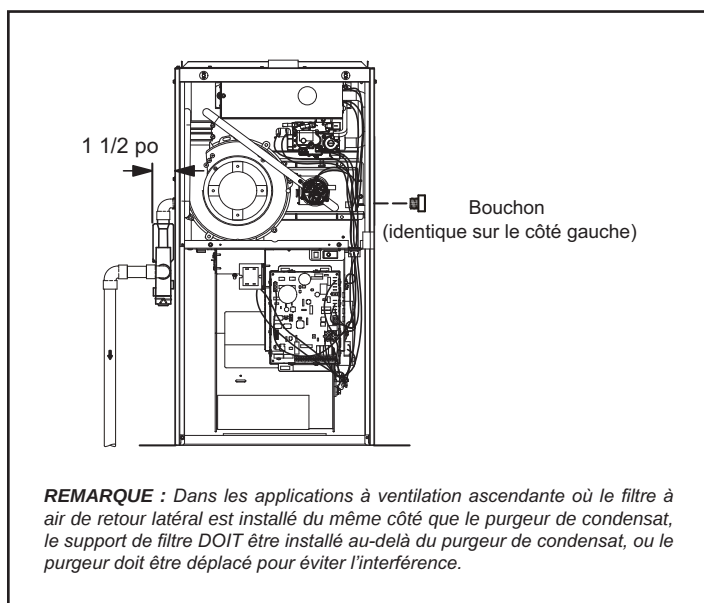
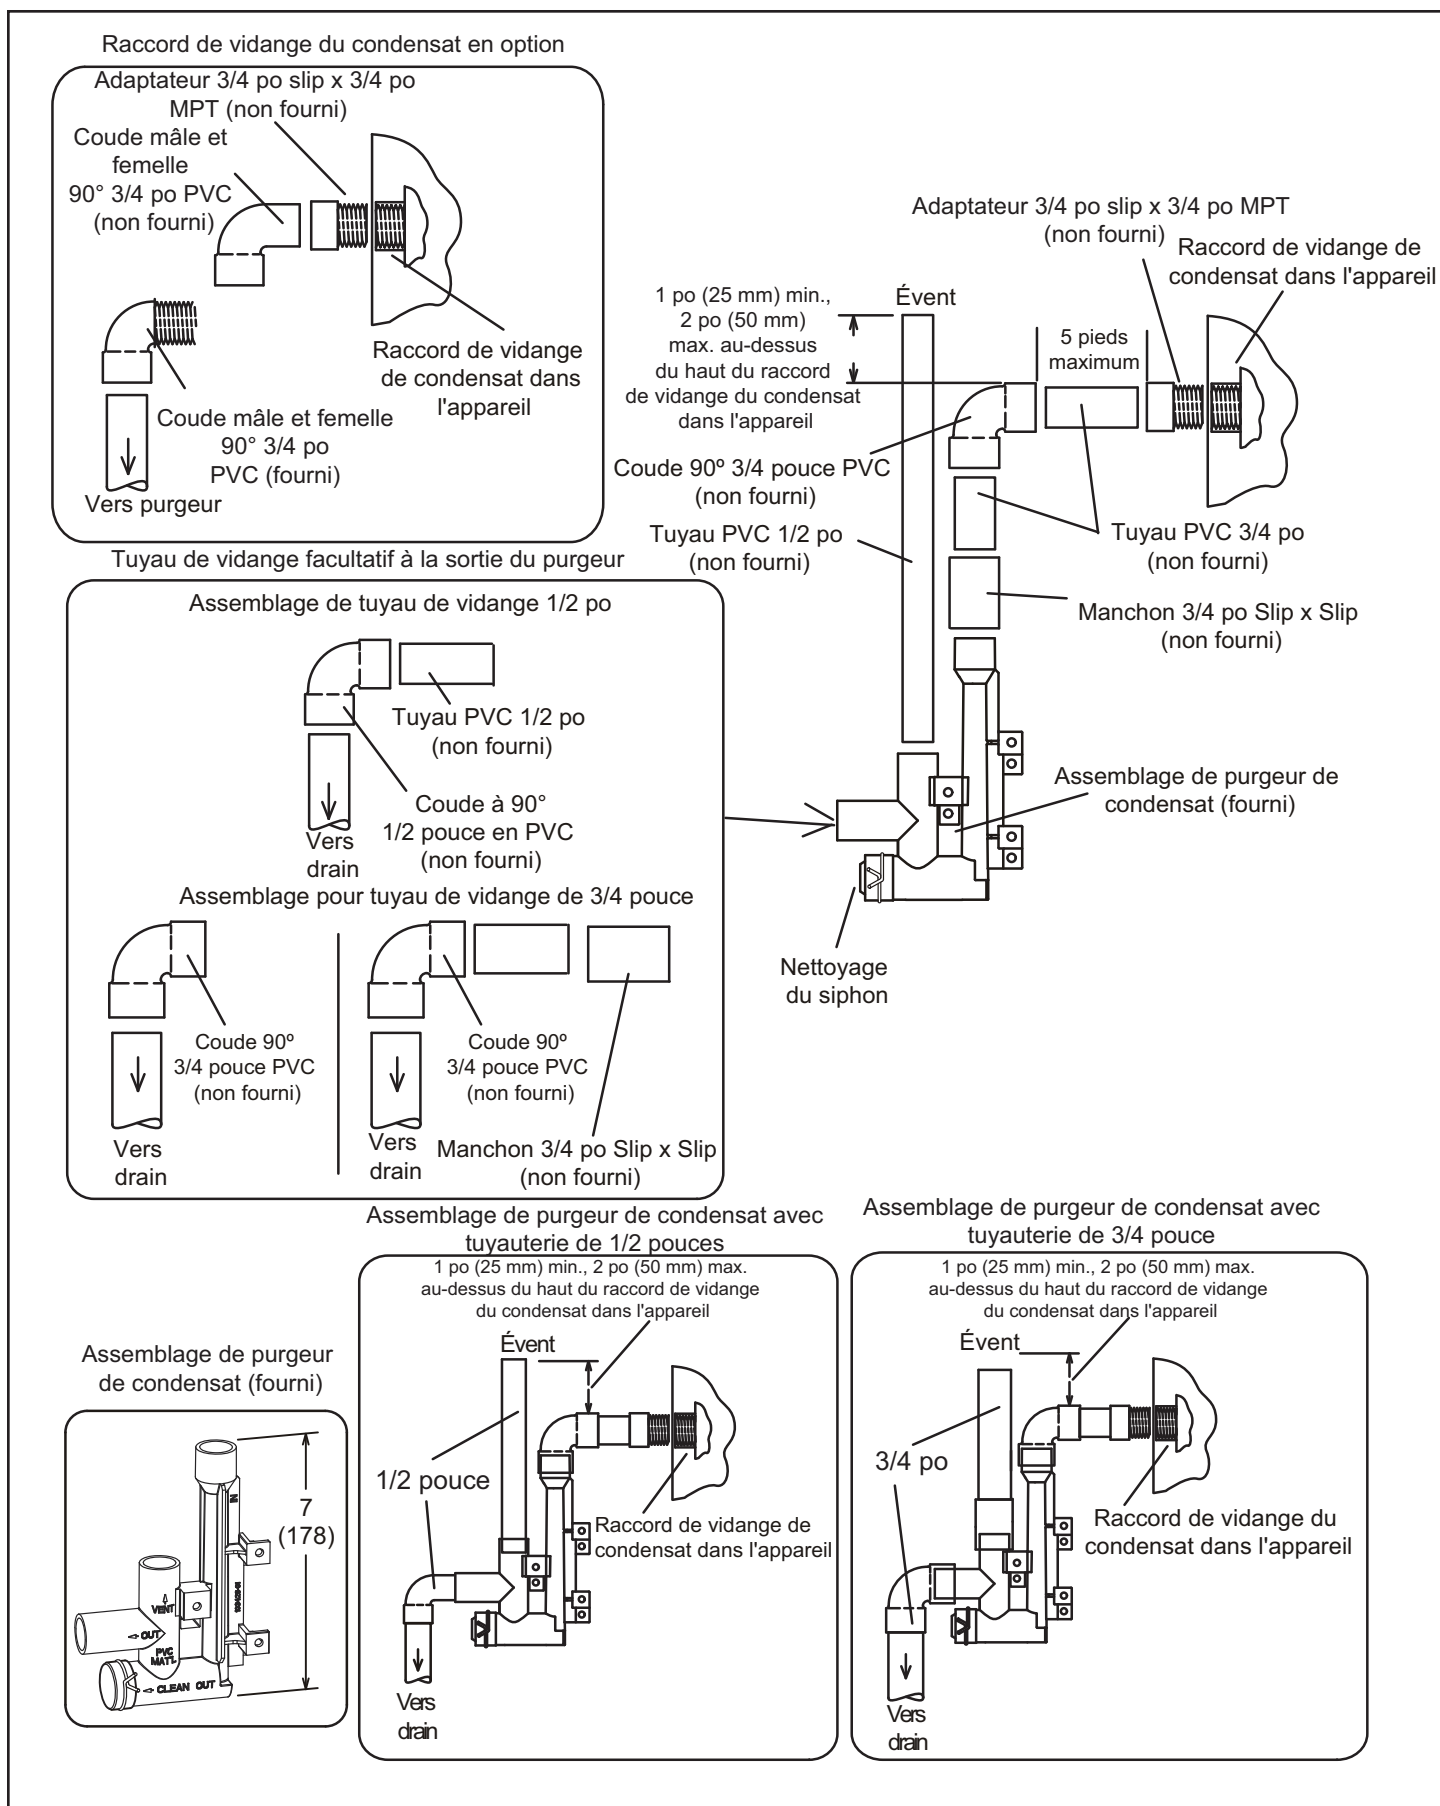

Figure 36. (Appareil illustré en position de ventilation ascendante)
Figure 44. Assemblage purgeur/vidange utilisant une boîte de tête côté froid pour PVC 1/2 po ou 3/4 po avec raccord de vidange 3/4 po
Cet appareil est conçu pour une sortie droite ou gauche de la tuyauterie du condensat dans les applications à ventilation ascendante. Dans les applications à ventilation horizontale, le purgeur de condensat doit s'étendre sous l'appareil. Un dégagement de service de 8 po est nécessaire pour le purgeur de condensat. Reportez-vous aux Figures 36 et 37 pour connaître les emplacements du purgeur de condensat. Les Figures 44 et 45 montrent un assemblage de purgeur utilisant un PVC 1/2 ou 3/4 po.
2. Pour les générateurs d'air chaud équipés d'un raccord de vidange de 1/2 po, utilisez une clé Allen de 3/8 po et retirez le bouchon (Figure 45) de la boîte de tête côté froid à l'emplacement approprié sur le côté de l'appareil. Installez un raccord mâle 1/2 NPT (fourni sur le site) dans la boîte de tête côté froid. Pour les générateurs d'air chaud équipés d'un raccord de vidange de 3/4 po, utilisez un grand tournevis à tête plate ou une rallonge de tournevis à douille 1/2 po et retirez le bouchon. Installez un raccord mâle et femelle 3/4 NPT fourni dans la boîte de tête côté froid. Utilisez du ruban Téflon ou de la pâte à joint appropriée. (Figure 44)
3. Posez le couvercle sur l'orifice de nettoyage à la base du purgeur. Fixez avec une bride. Voyez les Figures 44 et 45.
4. Installez le purgeur de condensat à l'aide des raccords en PVC appropriés et collez tous les joints. Collez le purgeur de condensat fourni comme illustré sur les Figures 44 ou 45. Acheminez la conduite de condensat jusqu'à un drain ouvert. La conduite de condensat doit maintenir une pente descendante de 1/4 po depuis le générateur d'air chaud jusqu'au drain.